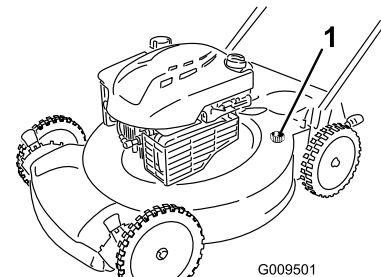

Figure 32
4. Branchez un tuyau d'arrosage, relié à une arrivée d'eau, à l'embout de lavage du carter de la machine (Figure 32).